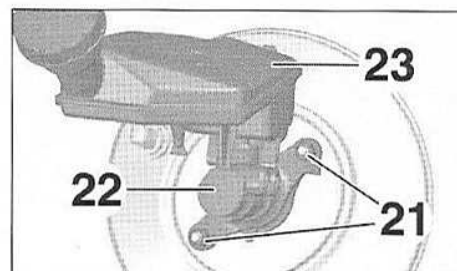

FIG.32
- les écrous (21) (Fig.32),
- le maître-cylindre (22) équipé du réservoir de compensation (23).